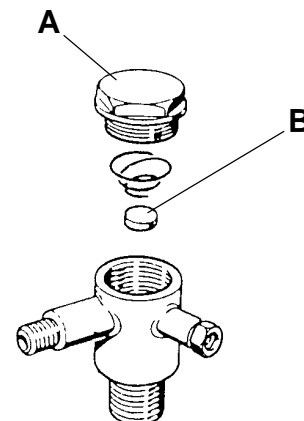

Fig. 8-1
Valvola di ritegno che per usura o sporcizia sul disco di tenuta non impedisce il ritorno dell'aria dal serbatoio	Svitare la testa esagonale A della valvola. Pulire sede. Pulire o sostituire disco in gomma B. Montare con cura (fig. 8-1)
Valve de rétention qui par usure ou saleté sur le disque de tenue.	Dévisser la tête hexagonale A de la soupape. Nettoyer son logement. Nettoyer ou remplacer le disque en caoutchouc B. Monter soigneusement (fig. 8-1).
Unscrew the hexagonal head (A) of the valve. Clean its housing. Clean or replace the rubber disk (B). Reassemble meticulously (fig. 8-1).
Rückhalteventil da verstopft oder abgenutzt auf der Rückhaltescheibe, lässt nicht die Luft zurück in den Tank.	Lösen des sechseckigen Kopfes A des Ventiles, reinigen des Sitzes. Reinigen oder Auswechseln der Gummischeibe B. Genaues Montieren (Bild 8-1)